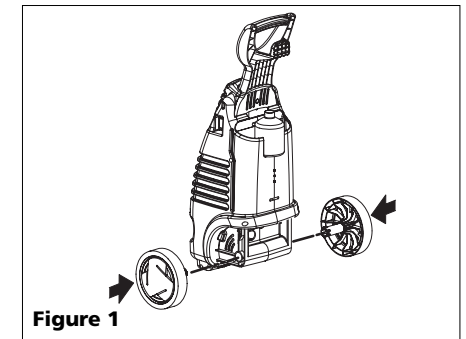

Figure 1
1. Assembler les roues en les poussant dans les orifices d'assemblage, tel qu'illustré dans la Figure 1.